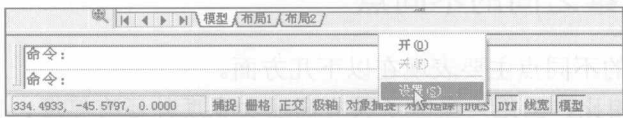

图1-6 选取【设置】选项
6. 打开【草图设置】对话框。在状态栏中单击鼠标右键，从弹出的快捷菜单中选取【设置】选项，如图 1-6 所示。打开【草图设置】对话框。